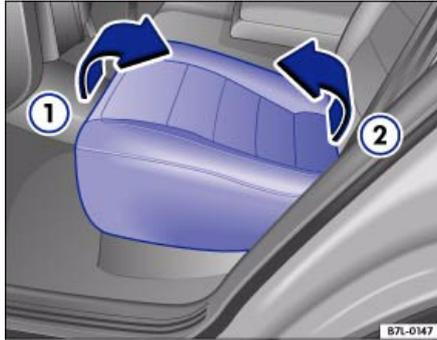
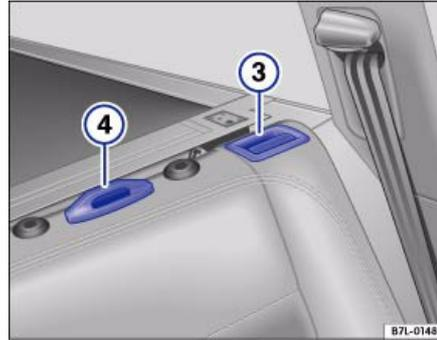

Abb. 67 Rücksitzpolster vorklappen
Abb. 68 Rücksitzlehne: Entriegelung
- Ziehen Sie an der Schlaufe ⇒ Abb. 67 ①.
- Heben Sie das Sitzpolster an der vorderen Kante an und klappen Sie es nach vorne ②.
- Ziehen Sie die Entriegelung der Lehne nach oben ⇒ Abb. 68 ③.
- Klappen Sie die Lehne nach vorne. Achten Sie darauf, dass der Auflagepunkt ④ in das Gegenstück am Sitzpolster fasst.
- Die Rücksitzlehne muss nach dem Zurückklappen sicher eingerastet sein, damit bei plötzlichem Bremsen keine Gegenstände aus dem Gepäckraum nach vorne rutschen können. Eine rote Markierung in der Entriegelung ⇒ Abb. 68 ③ signalisiert eine nicht ein-